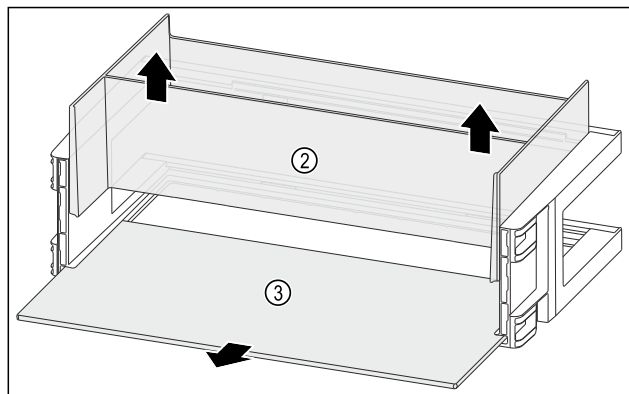

Fig. 111
- ▶ Извлеките органайзер Fig. 111 (2) движением вверх.
- ▶ Извлеките съемную полку Fig. 111 (3).